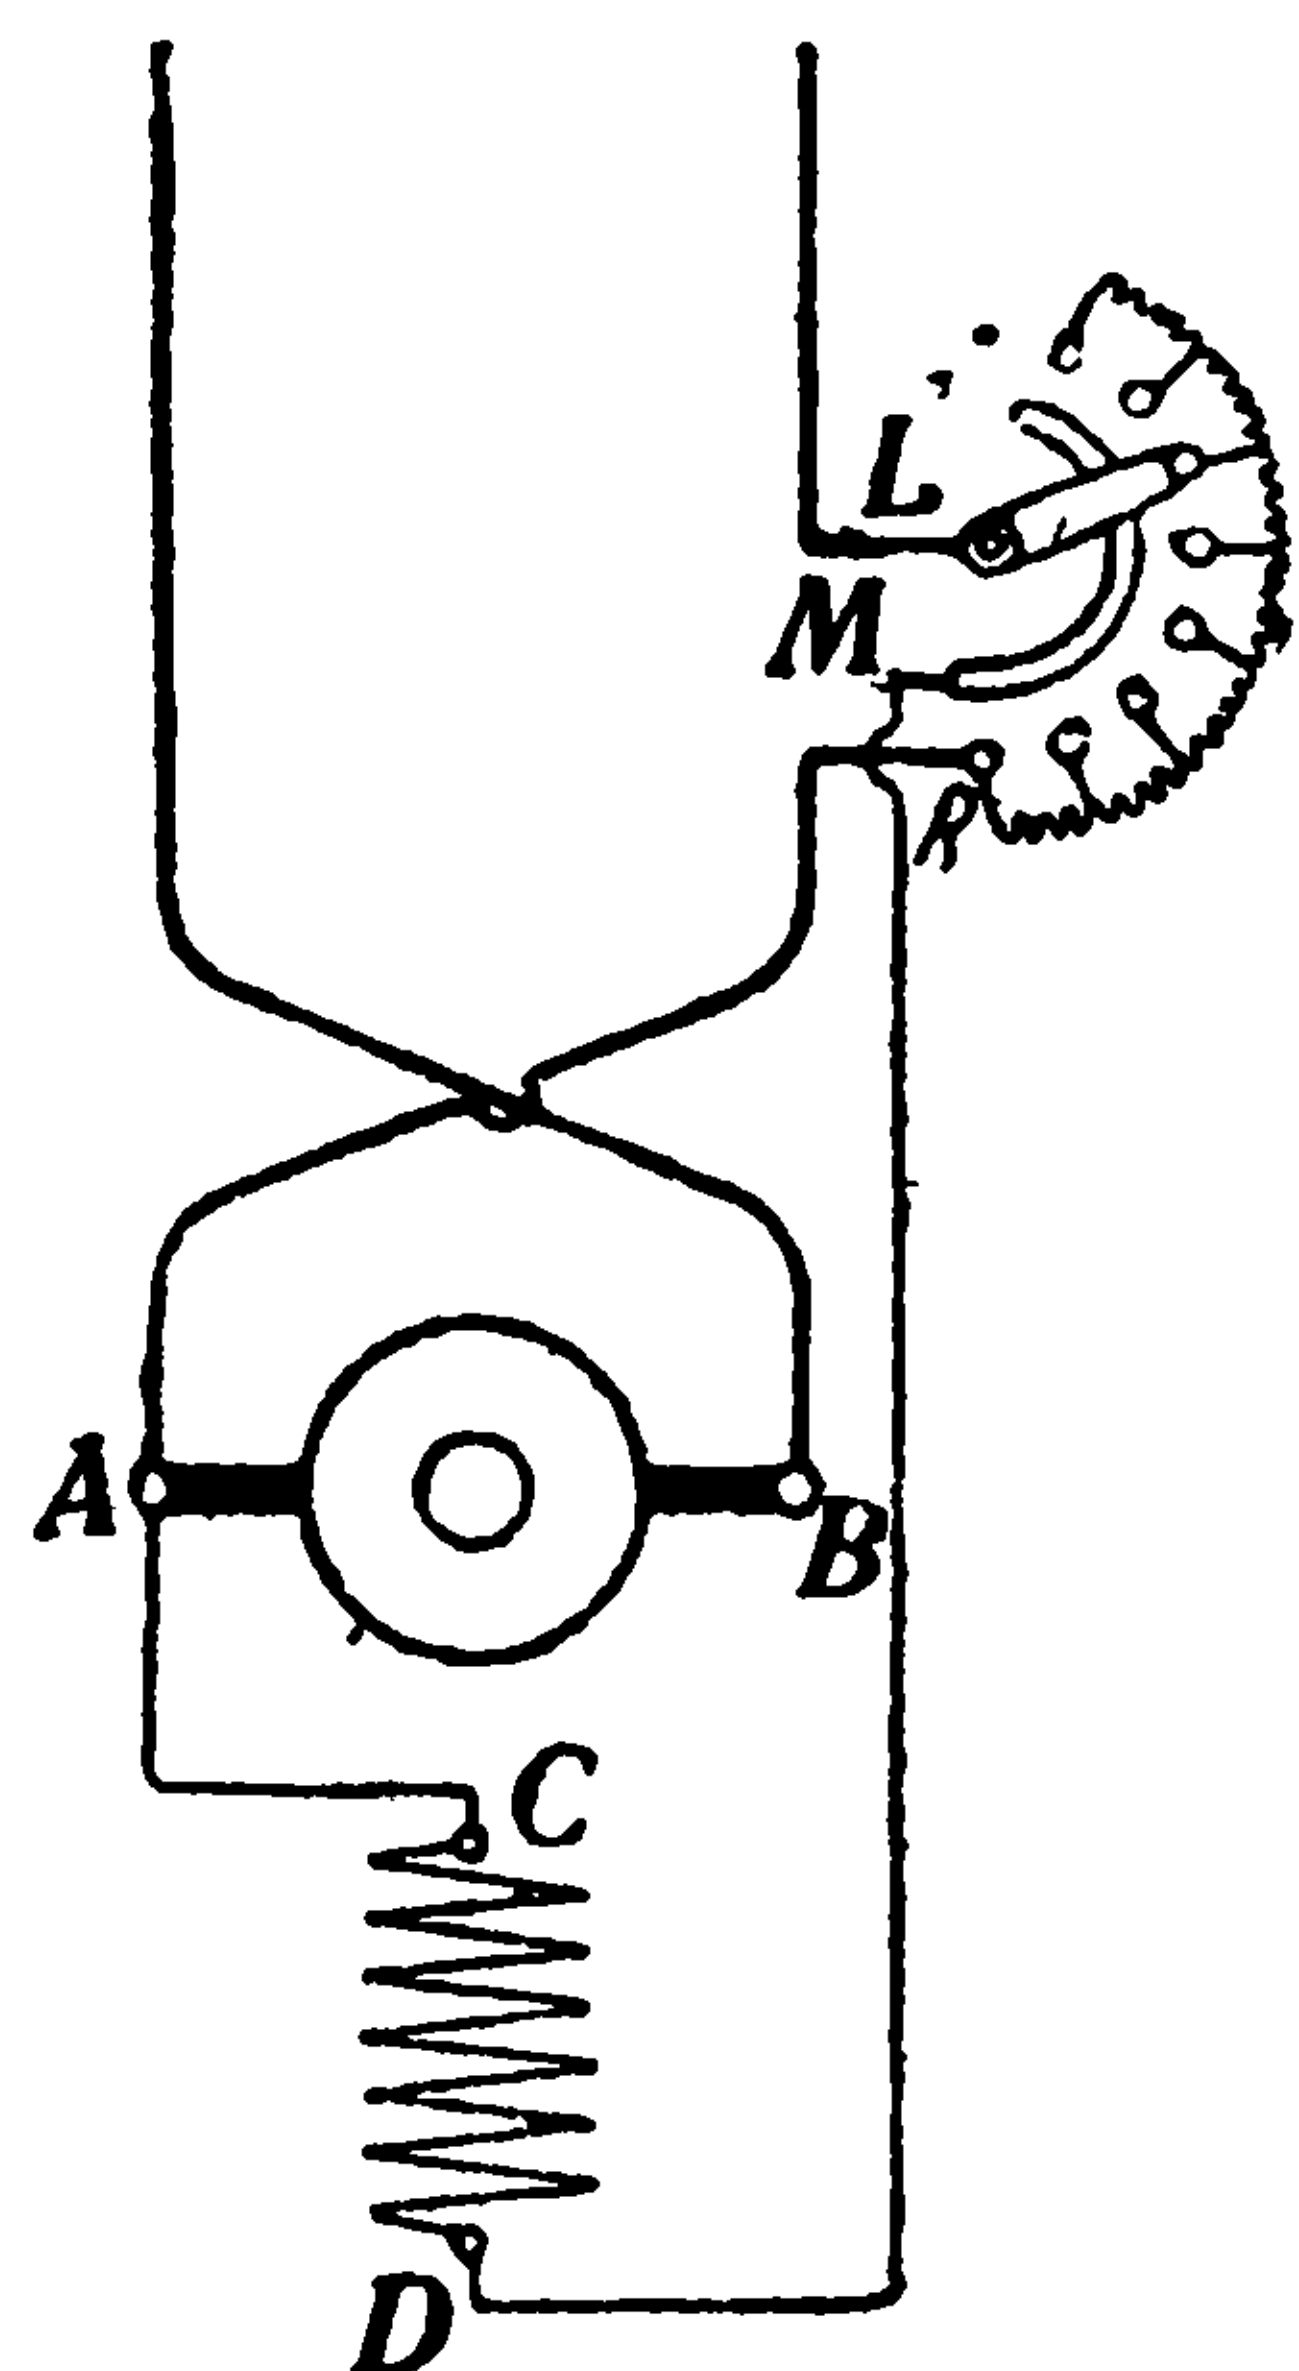

Рис. 17 Неправильное включение пускового реостата.
32. Ток из сети не проникает в шунтовую обмотку, хотя она не повреждена. Это может, опять-таки, произойти из-за неправильного включения пускового реостата, когда, например, главные провода, подведенные к зажимам якоря, перепутаны, как на рис. 17, и поэтому оба конца магнитной обмотки приключены к одному и тому же полюсу